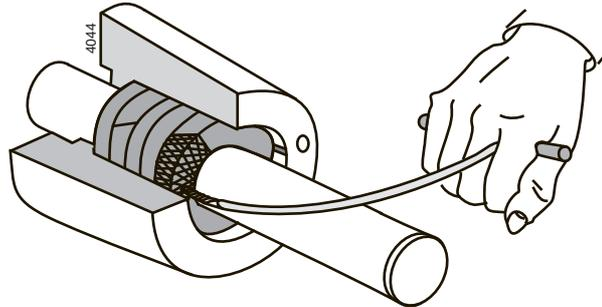

Figura 20: Rimozione degli anelli di baderna con un estrattore di baderna.
- Il fornitore degli anelli di baderna potrà fornire anche un estrattore speciale. Vedere la la figura 20.